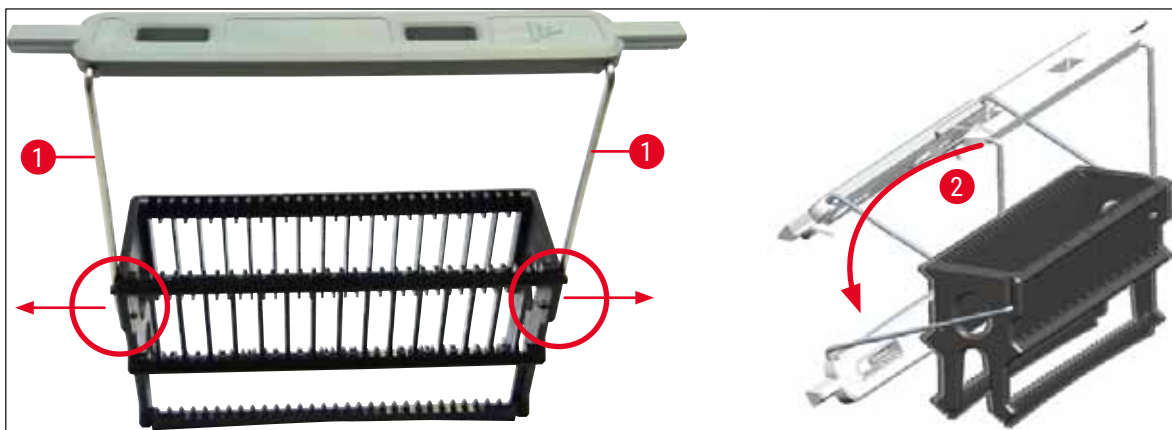

Рис. 69
- Убедитесь, что ручка находится в верхнем положении и отцентрирована над штативом (→ Рис. 69)